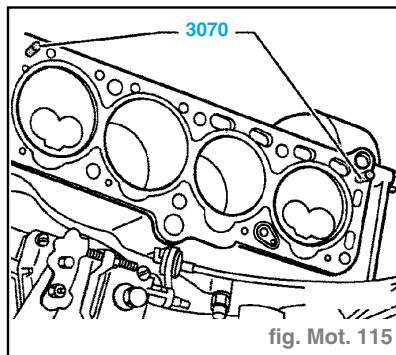

fig. Mot. 115
- Pour le centrage, visser les pivots de guidage de l'outil **3070** dans les alésages extérieurs du côté admission (fig. Mot. 115).